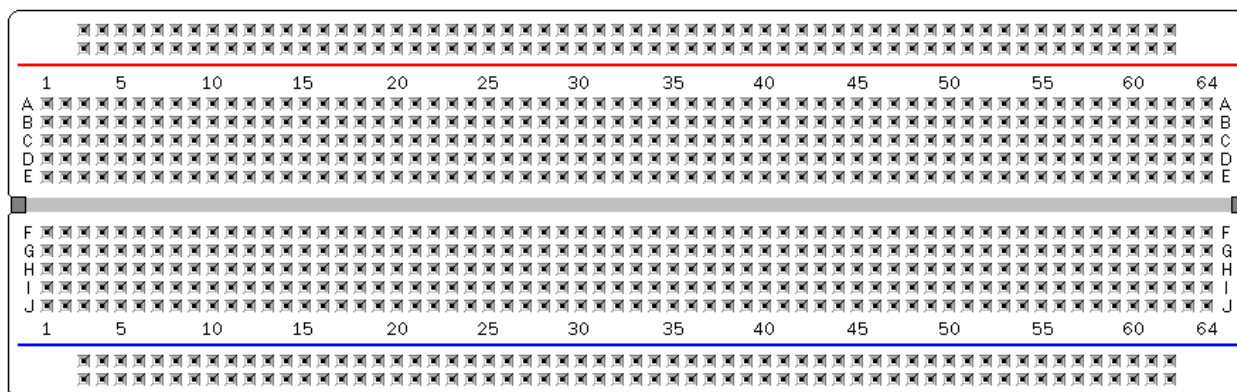

Figura 2. Modelo de un protoboard de cuatro conductores horizontales de 60 casillas y 128 conductores verticales de 5 casillas.
2. El Protoboard Los circuitos integrados y cables son insertados sobre los protoboards. Los agujeros de inserción se llaman casillas o puertos de interconexión. La disposición de las casillas de la figura 2 representa una organización muy semejante a la encontrada en la mayoría de protoboards comerciales.